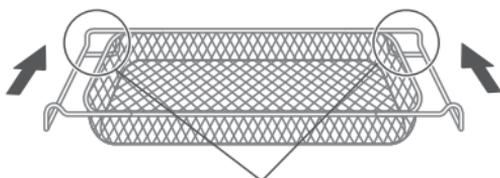

Fig. 9
2. Coloque o alimento no forno usando o acessório cesto air fry (Fig. 9) e sempre use a bandeja coletora no nível abaixo.